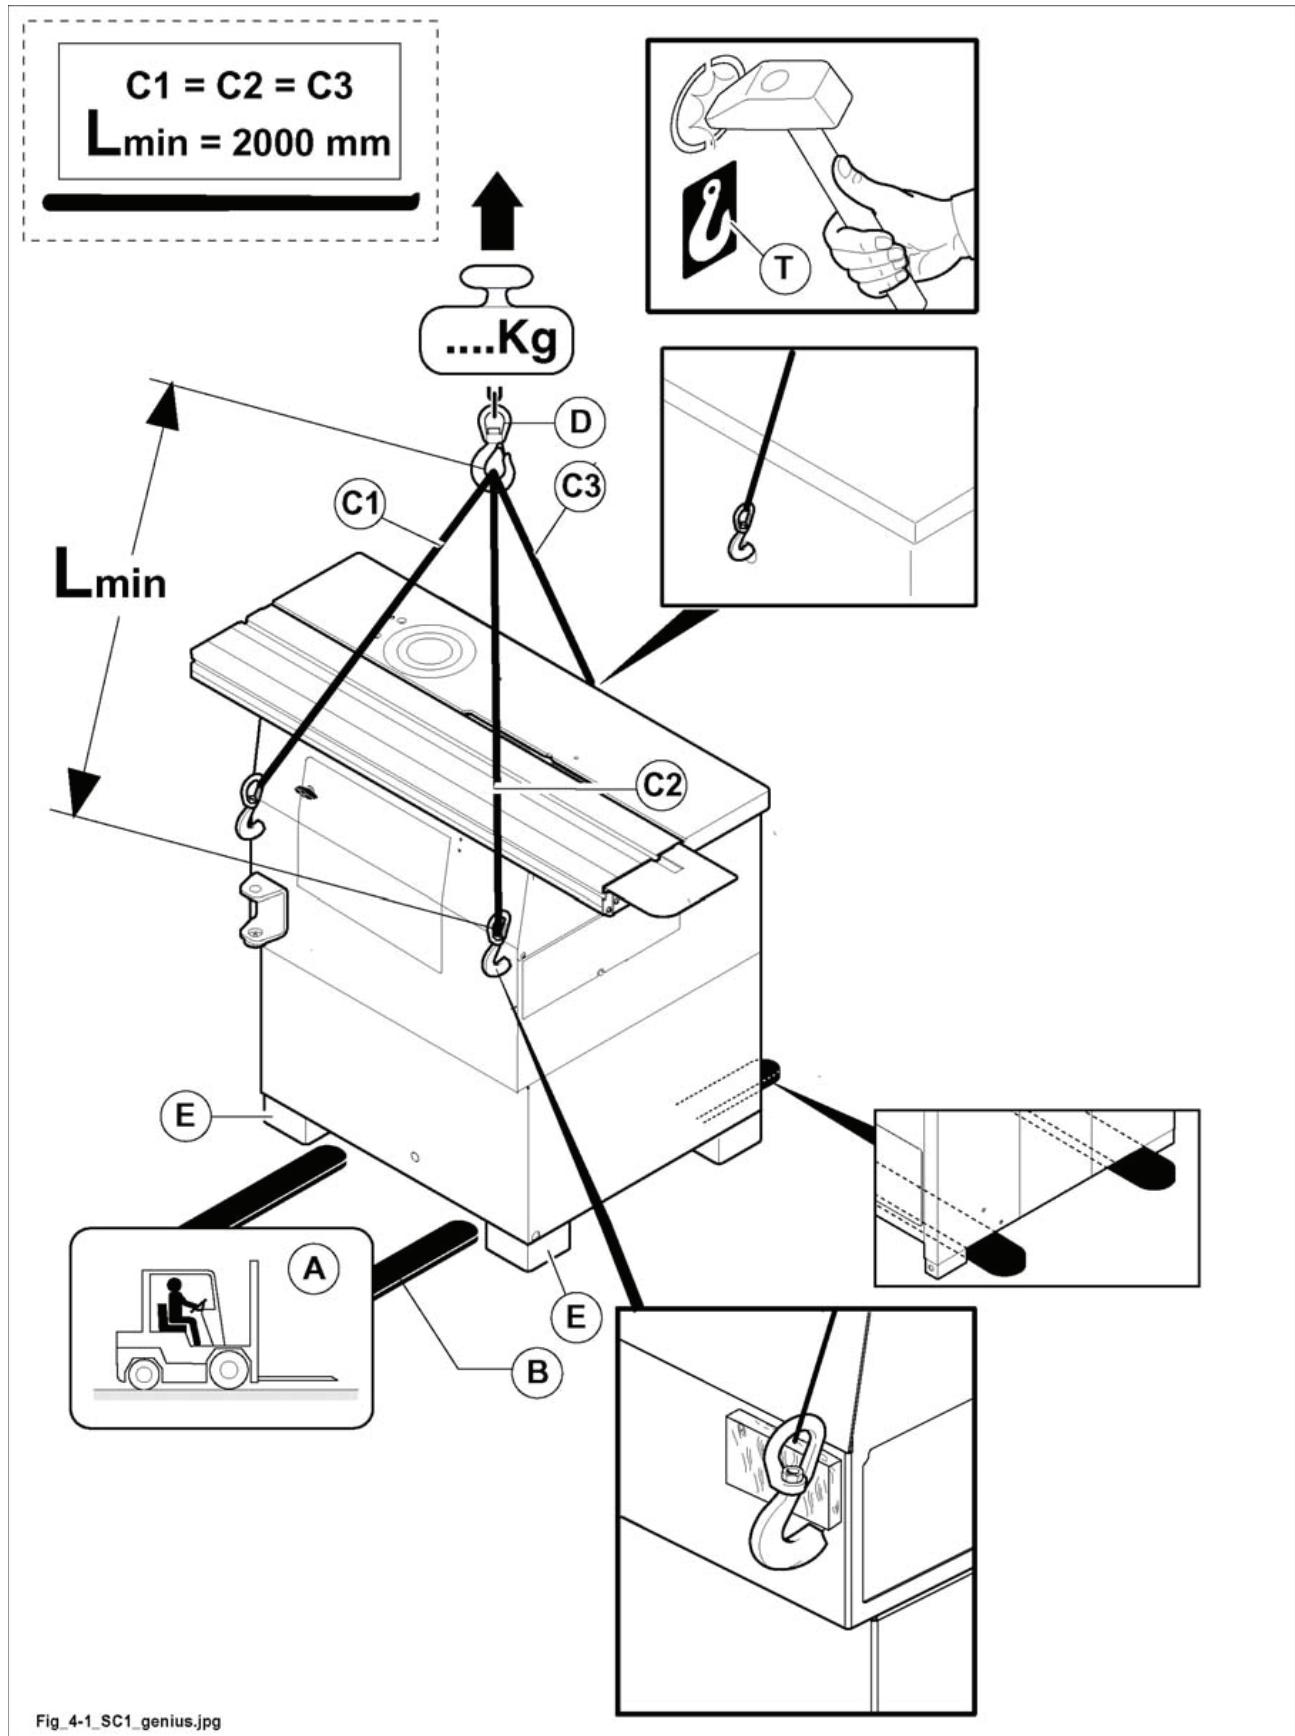

Рис. 4.1
- Снять заглушки с отверстий, помеченных соответствующей табличкой Т (рис. 4.1), как показано на рисунке;
- подготовить стропы С (рис. 4.1) надлежащей грузоподъемности и одинаковой длины (минимальная длина - 2000 мм);
- зацепить стропы за крюк крана D (рис. 4.1) надлежащей грузоподъемности;
- посредством коротких перемещений крюка крана перевести стропы С (рис. 4.1) в положение максимального равновесия;
- подготовить к работе погрузчик А (рис. 4.1) надлежащей грузоподъемности;
- ввести вилы В (рис. 4.1) под станину, как показано на рисунке, располагая их вплотную к двум опорам Е (рис. 4.1). Убедиться, что вилы выходят с противоположной стороны не менее чем на 15 см.